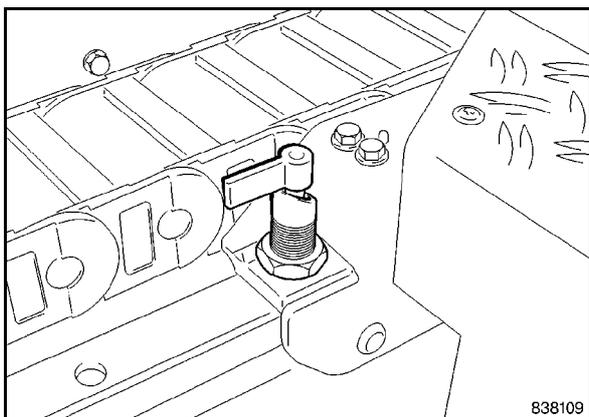

Fig. 89
- Se necessario, sbloccare il sedile di guida su entrambi i lati (Fig. 89) e spostarlo nella posizione desiderata.